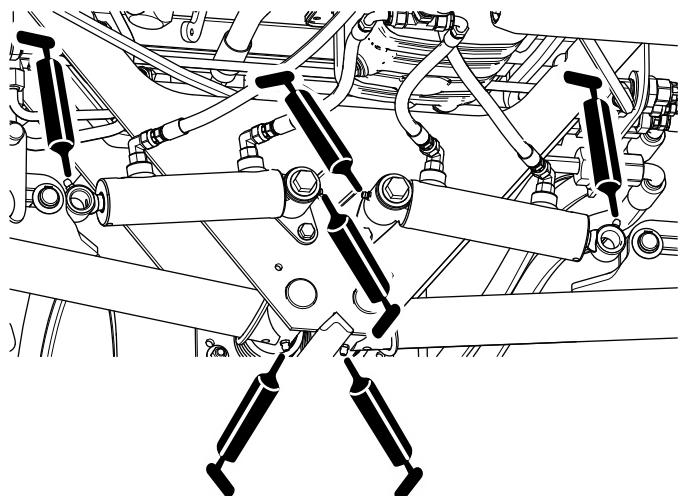

Figura 47
- Perni orientabili del braccio di sollevamento posteriore e cilindri di sollevamento (3 su ciascun lato); fate riferimento a Figura 47.